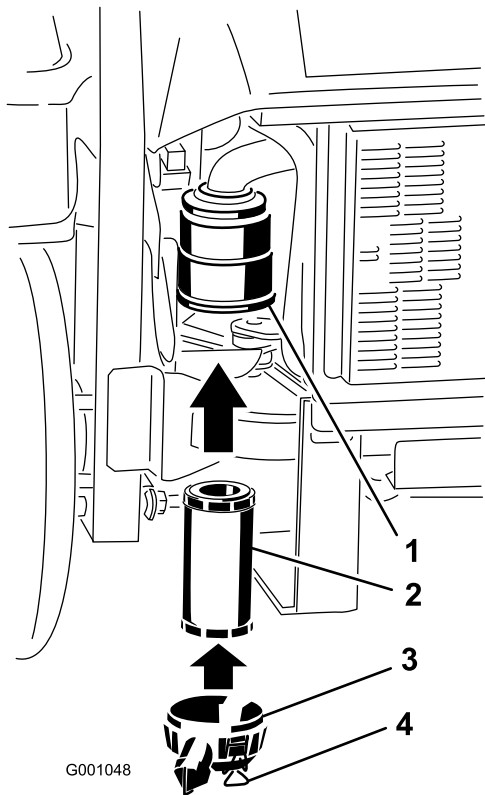

Figura 33
2. Introduzca el filtro con cuidado en la carcasa del limpiador de aire (Figura 33). Asegúrese de que está bien asentado empujando sobre el borde exterior del filtro mientras lo instala.
3. Instale la tapa del limpiador de aire y fije los cierres (Figura 33).